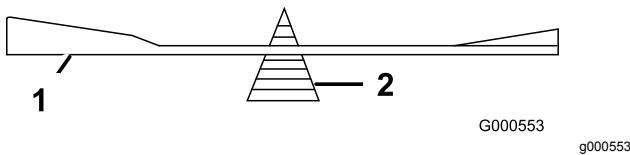

Figura 104
2. Controllate l'equilibrio della lama posizionandola su un bilanciatore (Figura 104).